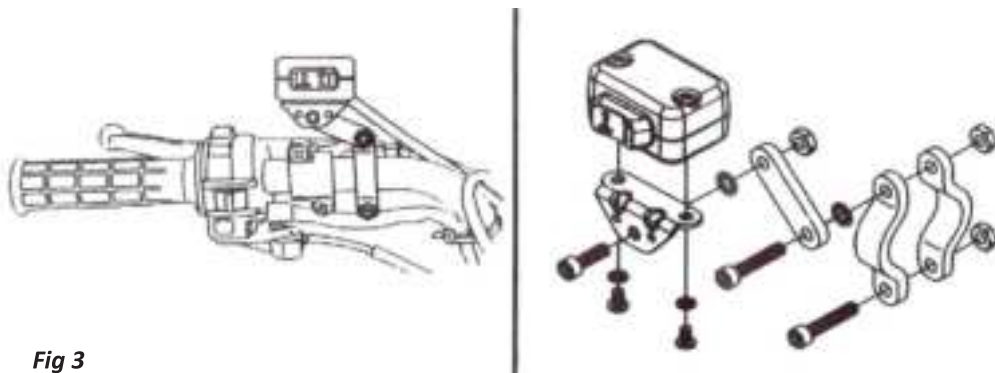

Fig 3
- Fije el controlador del manillar en una ubicación conveniente (se recomienda el manillar izquierdo, como se muestra en la Fig. 3) y conecte los dos cables de control a los terminales de bala correspondientes en el extremo de los cables de salida cortos de la caja de control.